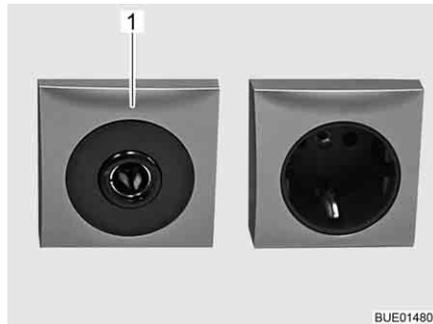

Fig. 129 Caja de enchufe 12 V/10 A
- ▷ Conectar únicamente aparatos con máximamente 10 A a las cajas de enchufe (Fig. 129,1) de la red de a bordo de 12 V.